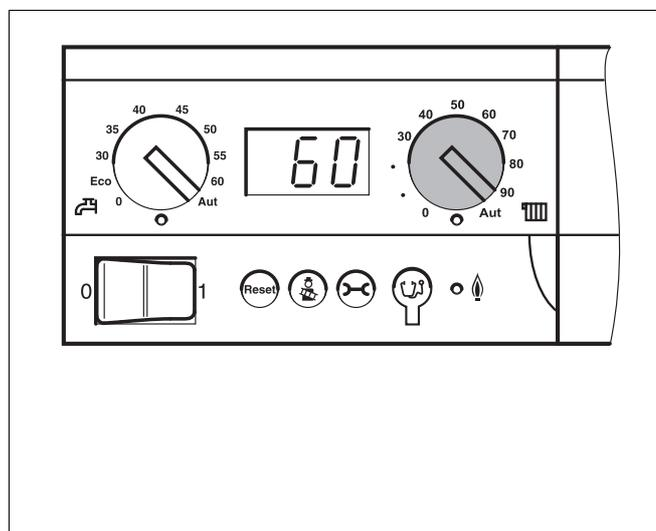

Fig. 12 Manopola "temperatura massima della caldaia"
- ▶ Ruotare la manopola (fig. 12) per impostare la temperatura massima dell'acqua di caldaia (temperatura di mandata della caldaia).